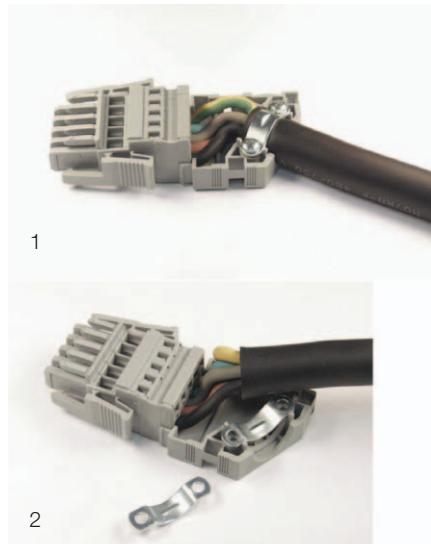

Abb. 81: Anschlussstecker mit Zugentlastungsgehäuse
- Führen Sie die Leiter im Zugentlastungsgehäuse, wie in Abb. 81 dargestellt, und fixieren Sie das Anschlusskabel mit Hilfe einer Kabelschelle am Zugentlastungsgehäuse.
Um eine ausreichende Zugentlastung auch bei Leitungen mit einem Durchmesser  $< 12$  mm zu gewährleisten, ist das Einlegen einer zweiten Kabelschelle unter der Leitung erforderlich (Abb. 81, Pos. 2).